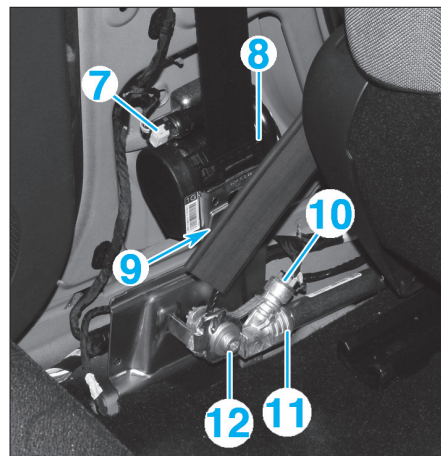

FIG. 15
- Déverrouiller et débrancher le connecteur (7) de l'enrouleur (8) (Fig.15).
- Déposer la vis (9).
- Dégager et déposer l'enrouleur (8).
- Déverrouiller et débrancher le connecteur (10) du prétensionneur de retour de sangle (11).
- la vis (12),